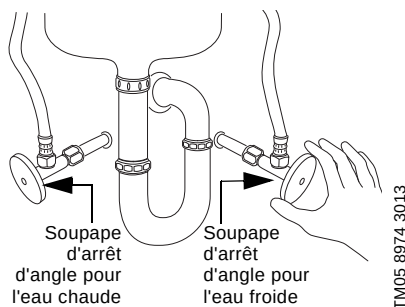

Fig. 3 Avant d'installer la soupape de dérivation, fermer les soupapes d'arrêt d'angle pour l'eau chaude et froide.
1. Fermer les soupapes d'arrêt d'angle pour l'eau chaude et froide sous l'évier ; voir fig. 3.